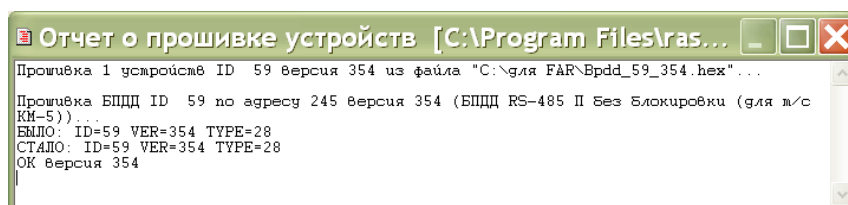

Рисунок 16 - Отчет о записи «прошивки»
7) По окончании записи выводится отчет о результатах смены прошивки. При успешной записи прошивки в отчете выводится сообщение «ОК» (рисунок 16).